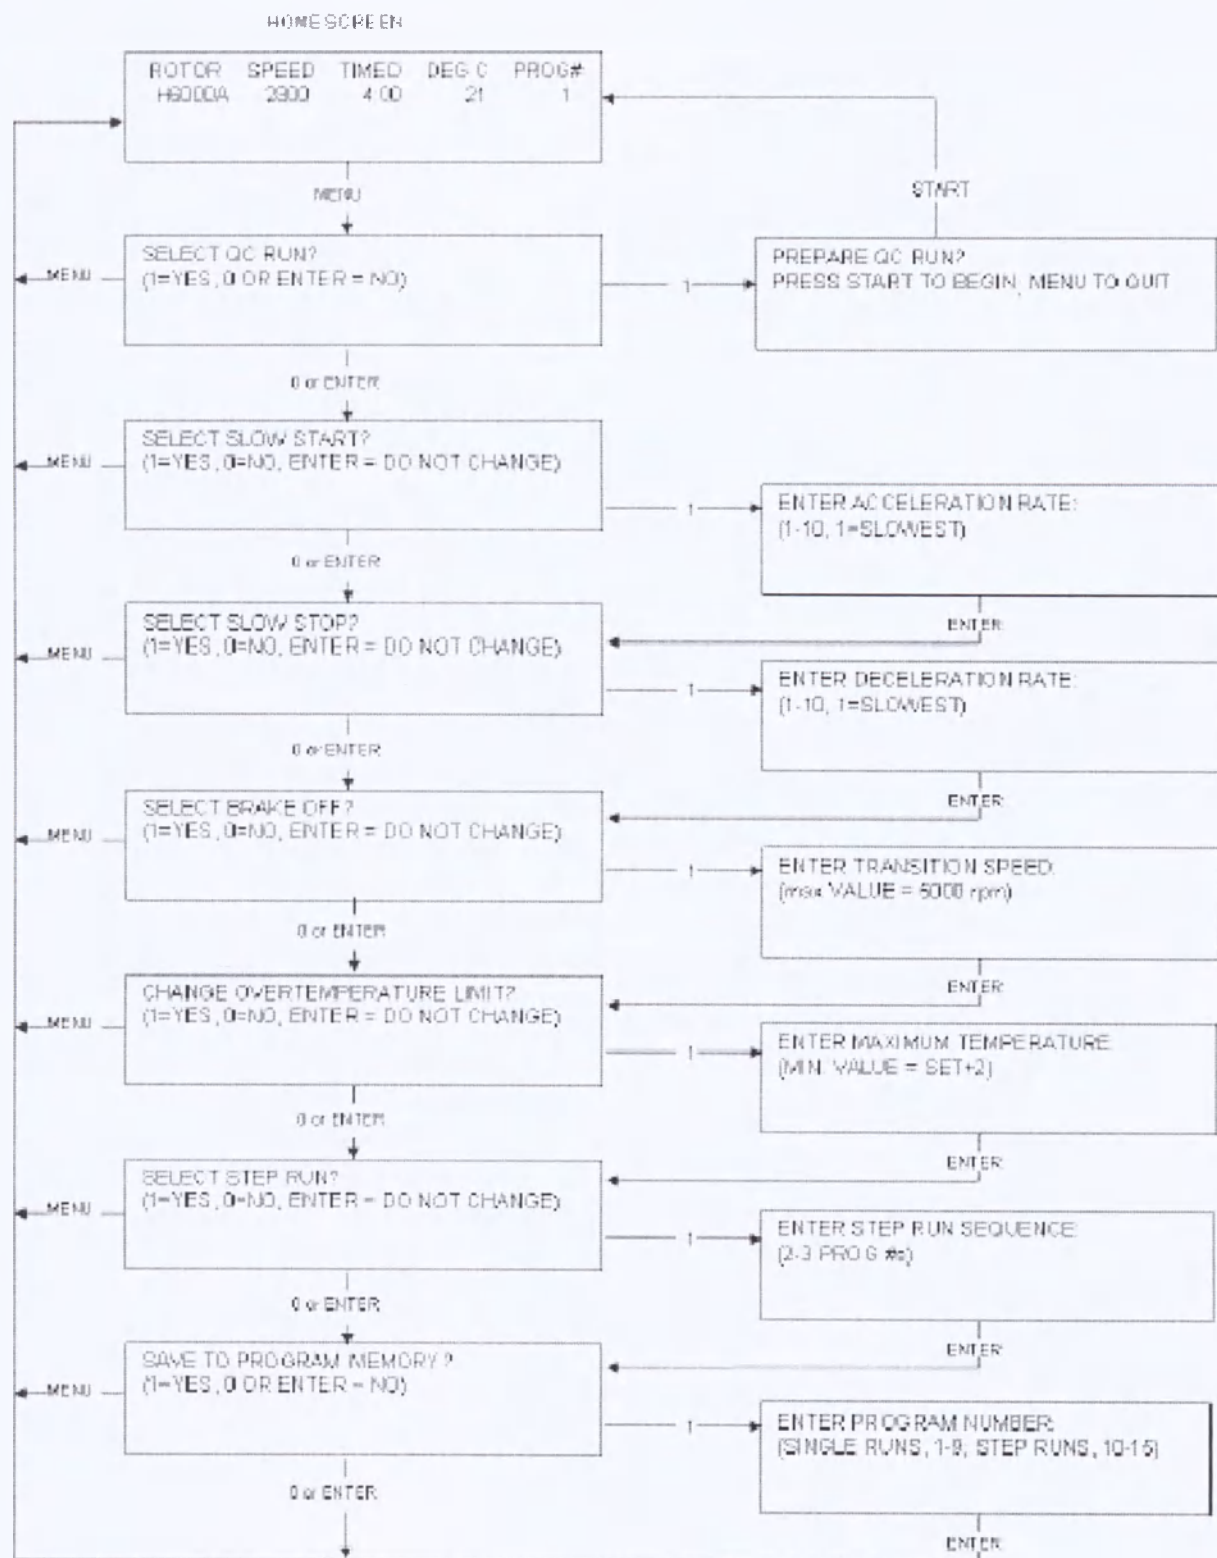

Рис. 4-1. Экраны опций расширенных функций
1. Проверьте все светодиодные индикаторы опций - если необходимо изменить выбор, нажмите MENU, затем нажмите ENTER, чтобы последовательно вызывать экран каждой опции (см. рис. 4-1). Когда Вы просматриваете каждый экран, Вы можете выбирать или отменять выбор, а также изменять или принимать предшествующую установку. Чтобы проверить настройку